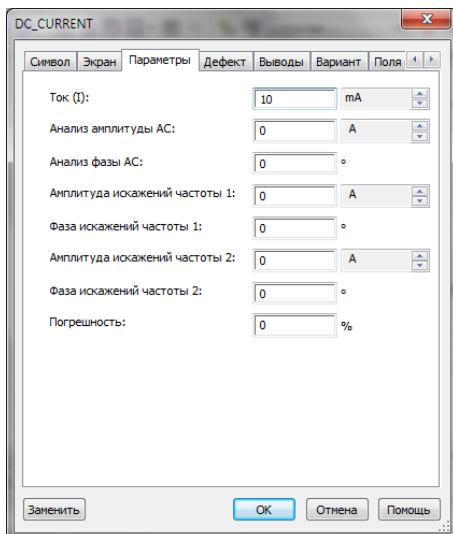

Рис. 2.3.5. Установка величины тока источника
4. Для установки величины тока источника дважды щелкните по нему ЛКМ. Откроется окно свойств (рис. 2.3.5). На вкладке **Параметры** раскройте список и выберите единицу измерения. Затем установите величину тока.